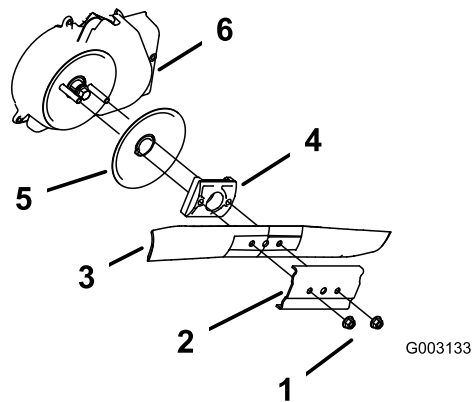

Figure 45
3. Retirez les 2 écrous de la lame et le renfort (Figure 45).
4. Déposez la lame (Figure 45).
5. Posez la nouvelle lame (Figure 45).